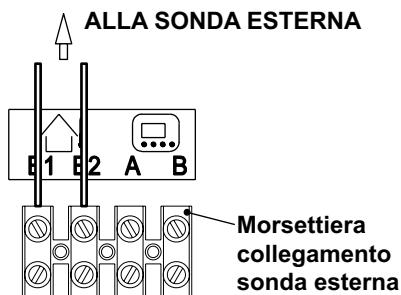

Figura 5.23
- Collegare ai morsetti **E1** e **E2** della morsettiere i due conduttori elettrici come indicato in Figura 5.23.